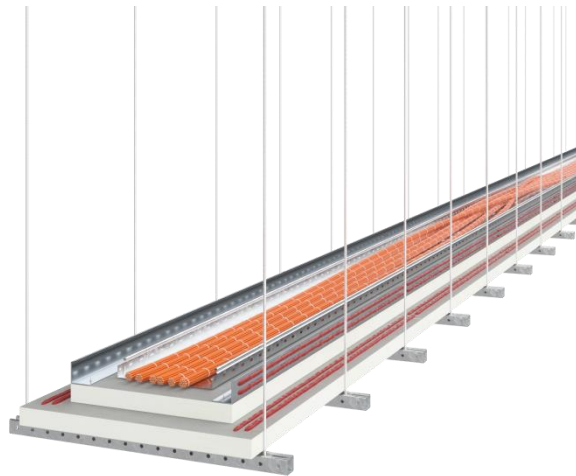

Рисунок 4 Нанесение герметика DS на стенки
- промазать место установки примыкающей стенки герметиком DS слоем 1-3 мм (рис.4);
- промазать место установки примыкающей стенки герметиком DS слоем 1-3 мм (рис.4а);
Рисунок 4а Нанесение герметика DS на стенки